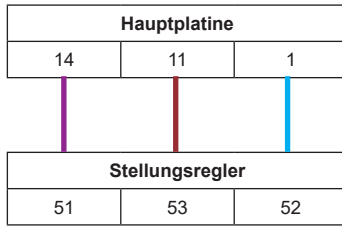

Abb. 26 Klemmenplan für den Einbau des Stellungsreglers (1 - 6 kN)
- 1 - 6 kN: Schließen Sie den DE-Kabelbaum an (Ausrichtung siehe Abb. 25), wie in Abb. 26 "Klemmenplan für die Installation des Stellungsreglers (1 - 6 kN)" angegeben.